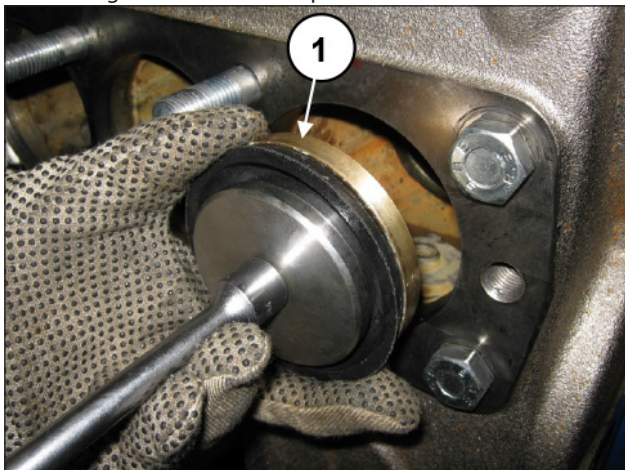

Abb. 131
Führen Sie mithilfe des T-Schlüssels das Kolbendichtungspaket bei Kolben-Distanzstück auf dem OT in den Zylinder ein (Pos. ①, Abb. 131) und achten Sie darauf, die Dichtlippe nicht zu beschädigen.